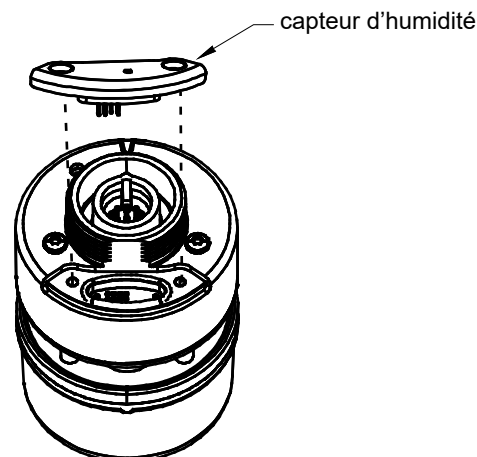

Figure 2 : Installation du capteur d'humidité
3. Ôtez le capteur ou le cache* (voir Figure 2).